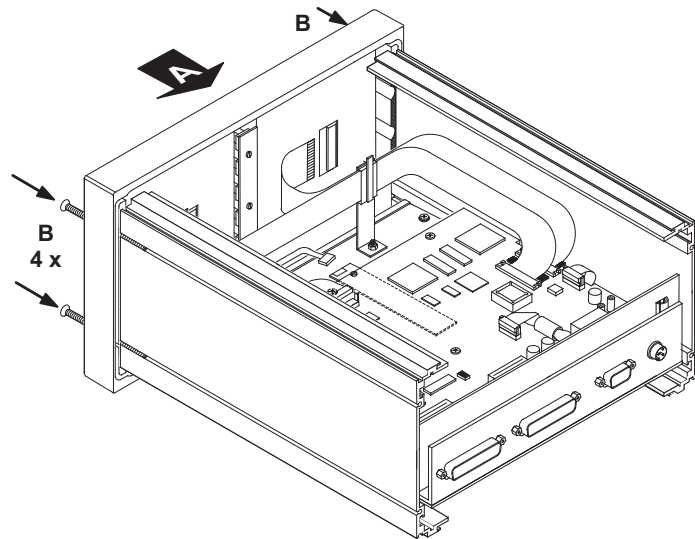

Bild D 8-7: Montieren der Frontblende
8. Wenn das Silikon getrocknet ist, kippen Sie die Frontblende zurück in ihre ursprüngliche Position (siehe Bild D 8-7, A). Achten Sie darauf, dass die Displaykabel und das Tastenprintkabel nach innen gelegt werden ohne Verkanten oder Einklemmen zwischen Frontblende und anderen Gehäuseteilen. Fixieren Sie die Frontblende mit den vier Kreuzschlitzschrauben (siehe Bild D 8-7, B).